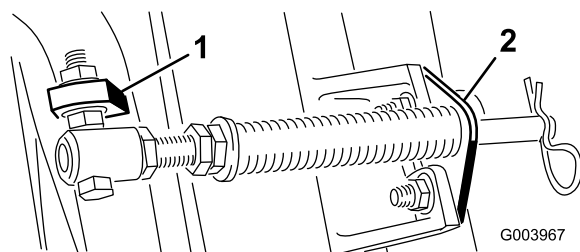

図 5
注 ボルトは、図 5 に示すように、頭部が外側にくるように取り付ける。
- D. カッティングユニットのタブにロッドブラケットを取り付け、キャリッジボルトとナットで固定する 図 5。